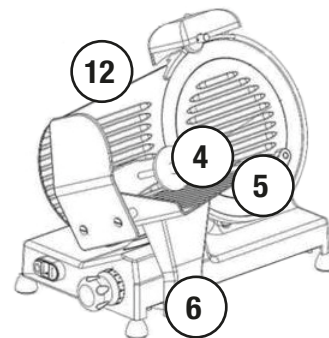

Abb. 8
- Schieben Sie den Schlitten [6] in Richtung Schnittstärkenregler [7] (Abb. 8).